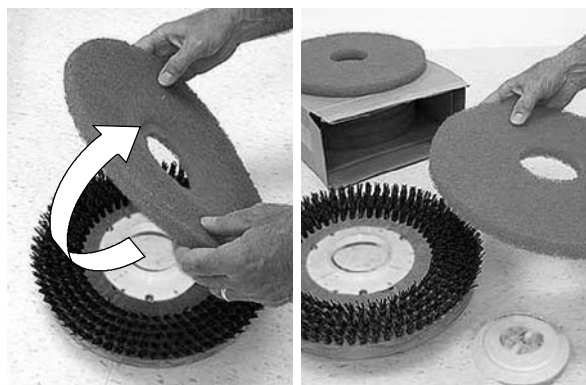

FIG. 48
- Retournez le patin ou remplacez-le en cas d'usure (Figure 48).